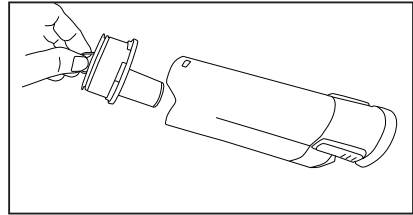

Fig. 5
2. Entfernen Sie den Metallring und die Filterkassette (Fig. 5).